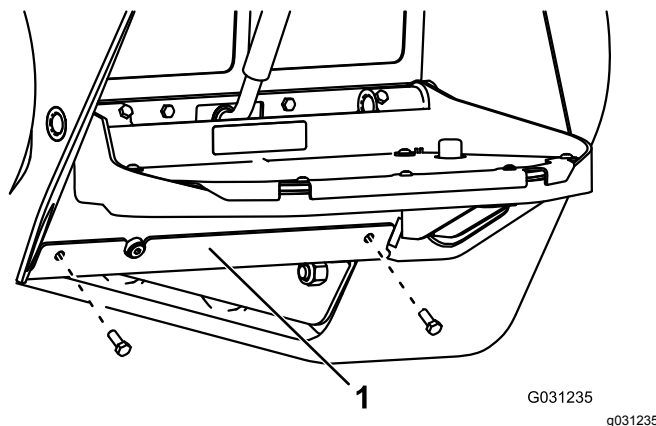

Bild 74
4. Entfernen Sie die zwei Schrauben, mit denen die untere Platte befestigt ist und entfernen Sie die untere Platte (Bild 74).
8. Montieren Sie die untere Platte (Bild 74).